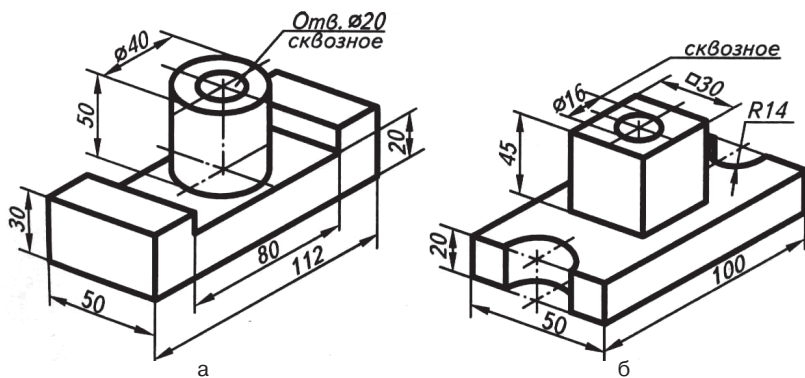

Рис. 172
1. Создайте 3D-модели с помощью операций «приклеить выдавливанием» и «вырезать выдавливанием» (рис. 172). Сохраните модели.